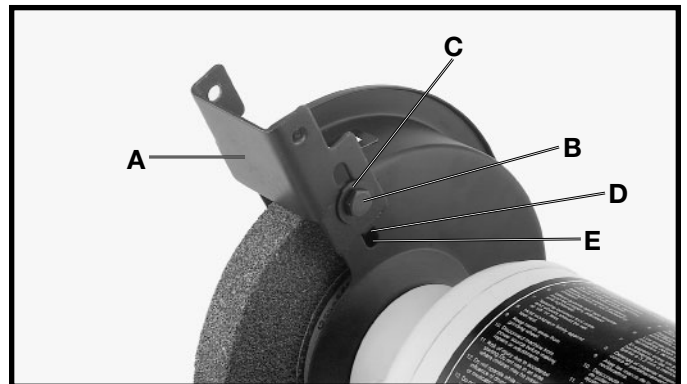

Fig. 5
Le pare-étincelles (A) fig. 5, doit être installé sur le côté de chaque protecteur à l'aide de la vis à tête hex. 1/4-20 x 1/4 po (B) et de la rondelle plate 11/16 po (C) comme il est illustré. **REMARQUE : La languette (D) fig. 5 sur le côté du pare-étincelles (A) doit être placée dans la rainure (E) avant de fixer le pare-étincelles (A) à la meuleuse.** Le pare-étincelles (A) doit être réglé aussi près que possible de la meule afin que les étincelles ne jaillissent jamais sur la main de l'utilisateur. Le pare-étincelles (A) doit être ajusté selon l'usure de la meule.